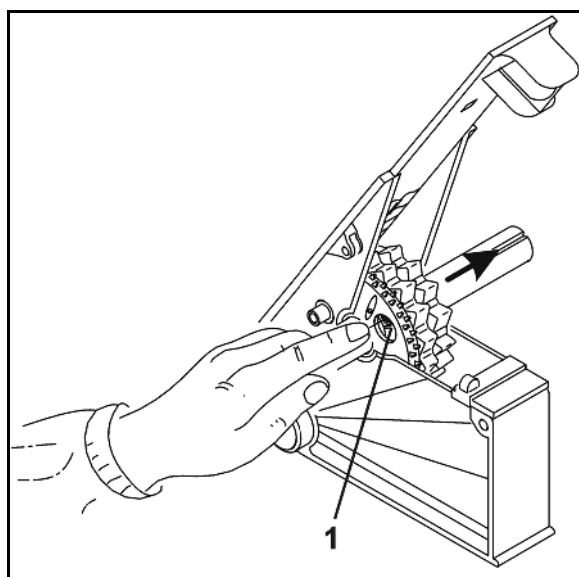

Fig. 23
1. Getriebebestellhebel so oft auf und ab bewegen, bis die Bohrungen (Fig. 23/1) der Fein-Särad sichtbar werden.